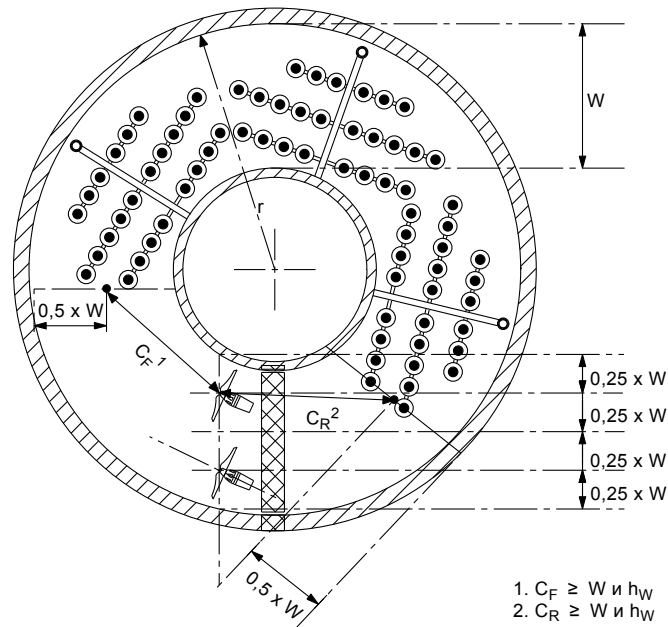

Рис. 42 Два образвателя потока в резервуаре в форме кольцевого канала
- При установке двух образвателей потока (рис. 42) резервуар необходимо разделить на две половины и расположить каждый образователь потока в центре каждой половины резервуара ($0,25 \times W$). Установите образователь потока под углом от $7,5^\circ$ до $22,5^\circ$ в направлении центра резервуара.